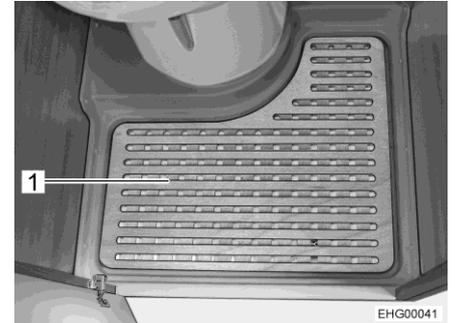

Fig. 110 Piastra del pavimento rimovibile
- Rimuovere la piastra del pavimento (Fig. 110,1) per utilizzare la doccia.